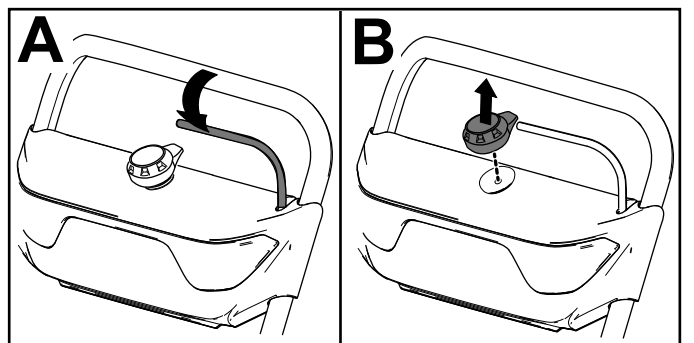

Figura 13
1. Liberte a barra (A de Figura 13).
2. Remova o botão de arranque elétrico do arrancador elétrico (B de Figura 13).